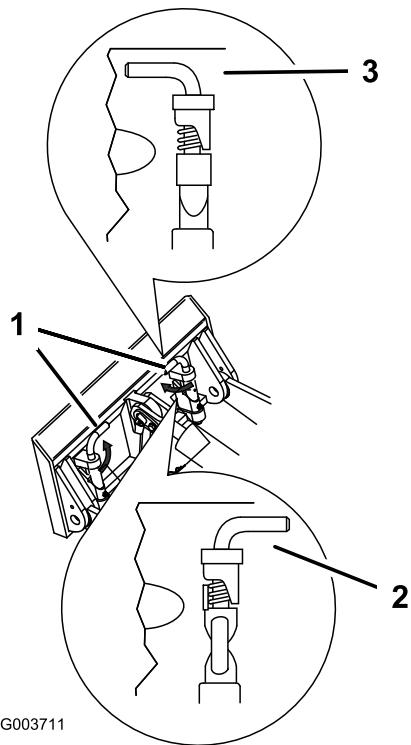

Рисунок 10
7. Закрепите быстроустанавливаемые штифты, убедившись, что они полностью вошли в монтажную пластину (Рисунок 10).